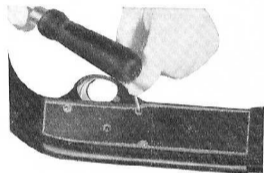

Fig. 11
- Far fuoruscire la spina elastica (fig. 11).